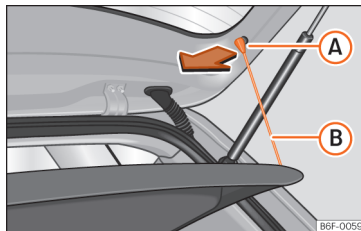

Рис. 180 Багажний відсік: знімання й установлення полиці.
- Відчепіть шнурки >>> **рис. 180** (B) у точках (A).
- Зачепіть шнурки >>> **рис. 180** (B) за кришку багажника.